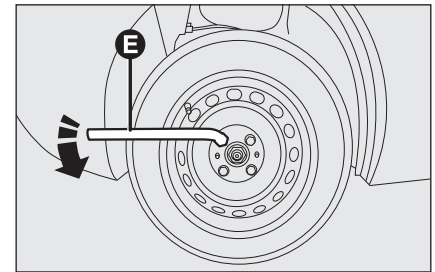

fig. 4
- desserrer d'environ un tour les boulons de fixation de la roue à remplacer à l'aide de la clé fournie **E-fig. 4**;